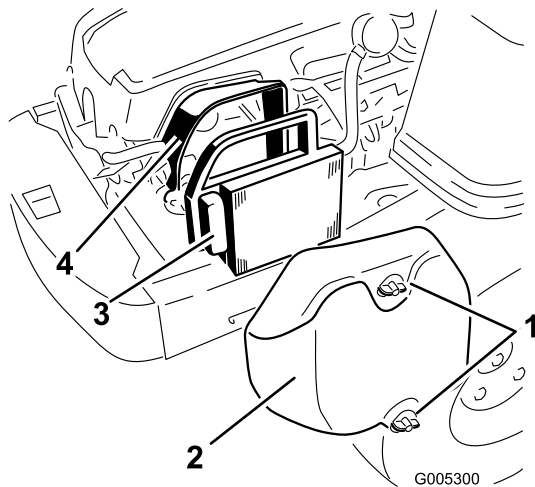

Figure 29
1. Déposez le couvercle du filtre à air (Figure 29).
2. Sortez l'élément du filtre à air avec le joint en caoutchouc intégré (Figure 29).
5. Installez l'élément en papier, côté plissé à l'extérieur, et engagez le joint en caoutchouc sur les bords de la base du filtre à air (Figure 29).
6. Reposez et fixez solidement le couvercle du filtre à air à l'aide des deux boutons (Figure 29).